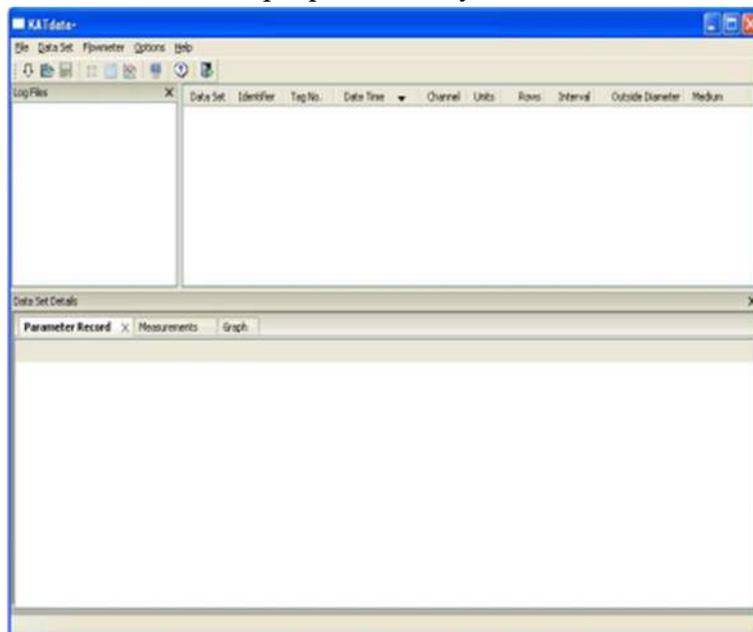

Рисунок 7 – Основное окно
4.2.2 Затем появится основное окно программы Рисунок 7: